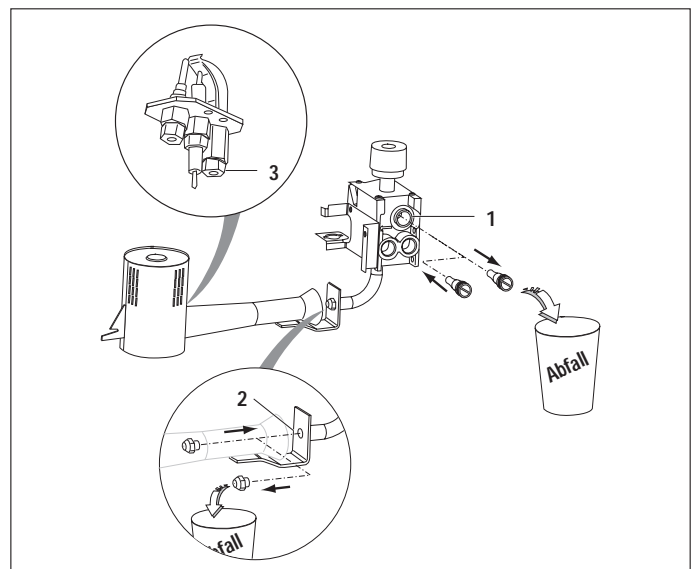

Abb. 11 Umstellung auf Flüssiggas
- Drossel (Abb. 11, Position 1) in der Gasarmatur gegen die für den jeweiligen RG-Speicher Typ vorgesehene Drossel des Flüssiggas-Umrüstsatzes austauschen. Die Kennzeichnung der Düsen können Sie der Tabelle auf Seite ... entnehmen).
- Hauptbrennerdüse (Abb. 11, Position 2) tauschen
- Zündbrennerdüse (Abb. 11, Position 3) tauschen